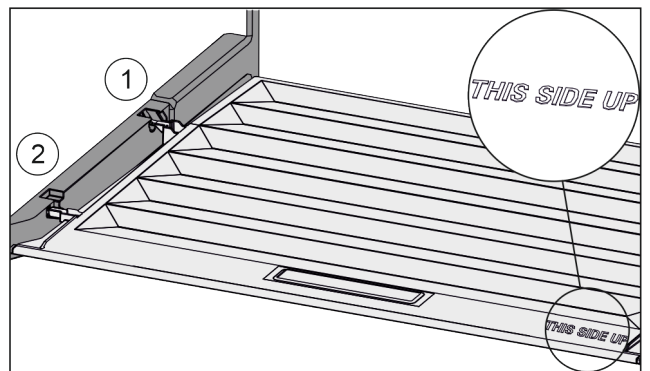

Fig. 112
- ▶ Vie kannen korkeosa takimmaisessa kiinnittimessä Fig. 112 (1) olevan aukon kautta sisään ja kiinnitä se edessä kiinnittimeen Fig. 112 (2).